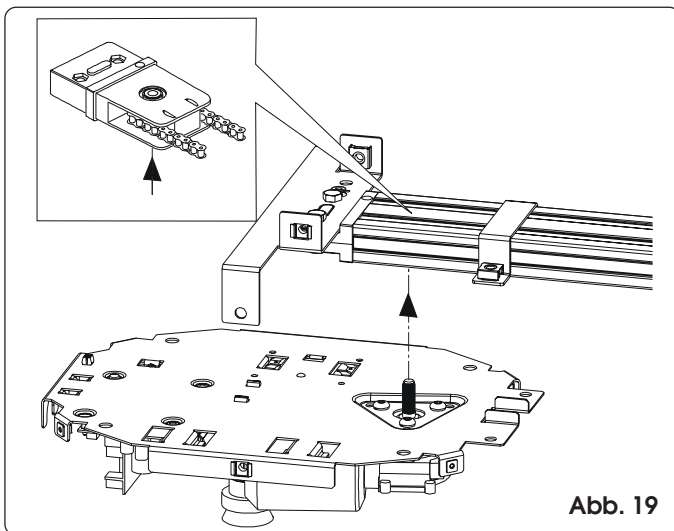

Abb. 19
- 3) Schieben Sie die Welle des Getriebemotors in die Kupplung am hinteren Anschluss der Laufschiene ein (Abb. 19).